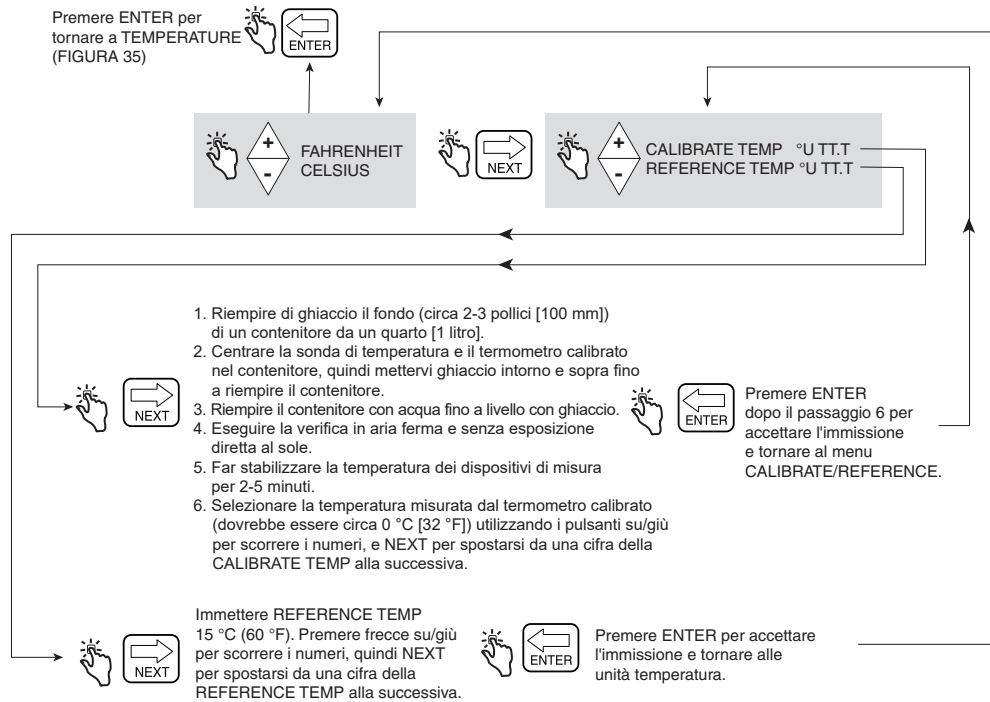

Figura 36. Impostazione di calibrazione termica
La Figura 36 illustra le opzioni di impostazione per la calibrazione della sonda di temperatura.
2. La temperatura di riferimento è la temperatura alla quale sarà compensato il volume netto (TC). Il volume netto si calcola dal volume lordo regolato per la differenza tra la temperatura del fluido e la temperatura di riferimento. Per rivedere la temperatura di riferimento, seguire la procedura illustrata nella Figura 36, Impostazione per la calibrazione della temperatura. In genere, la temperatura di riferimento è impostata su 15 °C se si usa la scala Celsius, oppure su 60,0 °F se si usa la scala Fahrenheit.